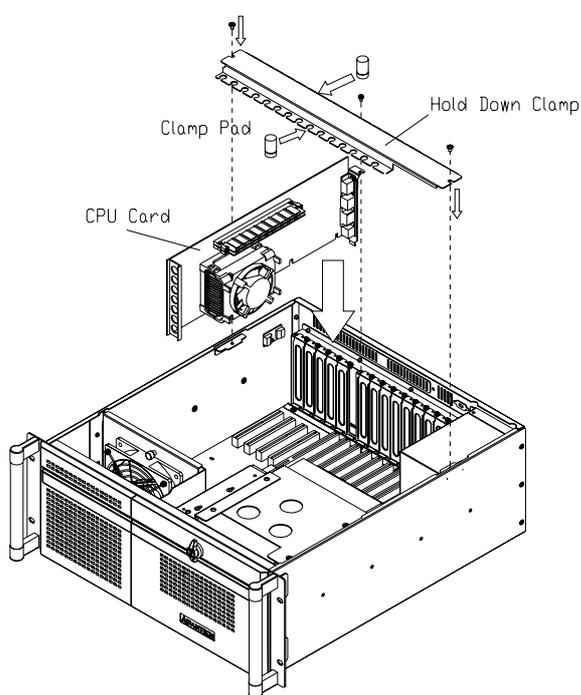

图 2.5: 安装 CPU 卡
2. 将 CPU 卡（安装有 CPU、CPU 风扇、RAM 及相应电缆）或扩展卡垂直插在相应的插槽上。请确认全长 CPU 卡的支架已插好、并且卡的另一端已插在塑胶导引槽中。然后，用螺丝将卡固定好（如图 2.5）。